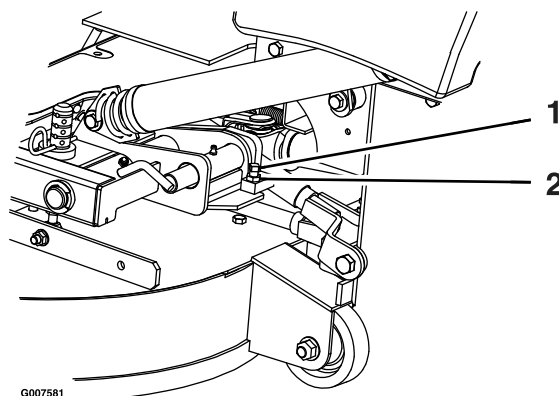

Figura 67
2. Allentate il controdado e ruotate la vite di arresto in senso orario, fino a quando il perno di bloccaggio non è serrato e non può essere ruotato a mano (Figura 67).